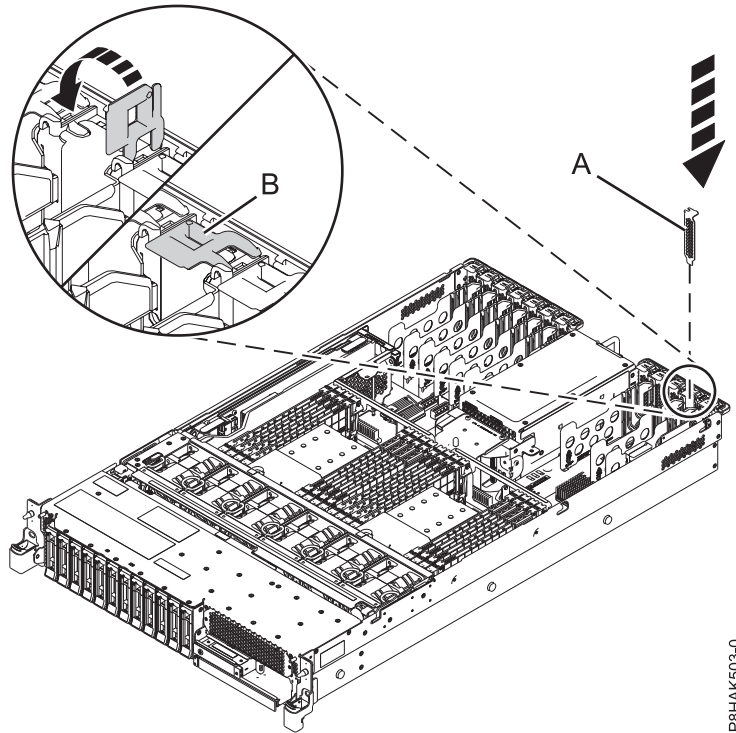

Figure 16. Installation d'un obturateur dans un emplacement de carte PCIe sur un système 5148-21L, 5148-22L, 8247-21L, 8247-22L, 8284-21A ou 8284-22A
- a. Saisissez avec précaution la contre-poupée de l'obturateur et alignez l'obturateur avec l'emplacement et son connecteur sur le fond de panier du système, comme illustré dans la figure 16, à la page 29.